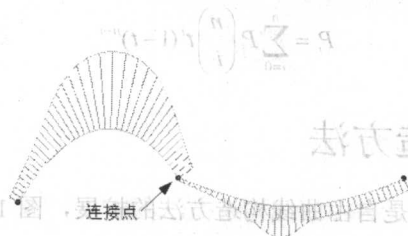

图1-6 位置连续
- 位置连续性：曲线在端点处连接或者曲面在边线处连接，通常称为 G0 连续，如图 1-6 所示。